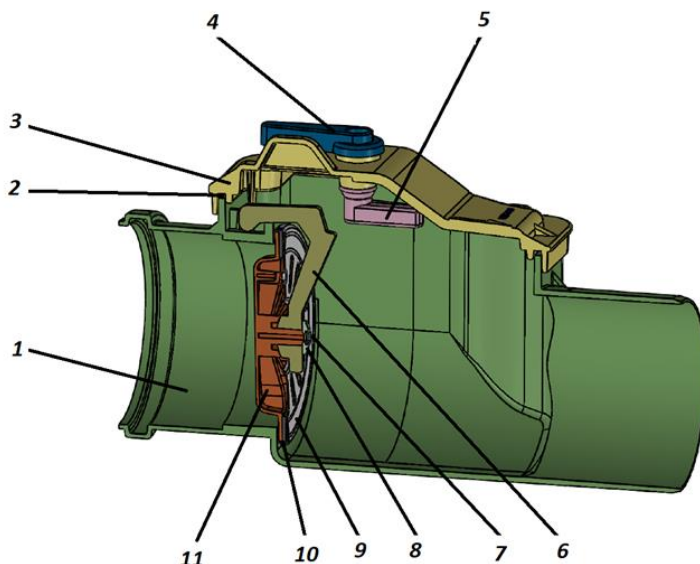

Рисунок 3. Конструкция обратного клапана для наружной канализации д.110
4.1 Устройство клапана представлено на рис.3 и в таблице 6